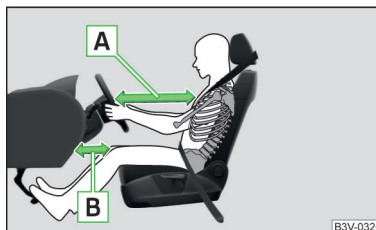

Fig. 23
- Es importante que el conductor y el acompañante mantengan una distancia mínima de 25 cm con respecto al volante o al tablero de instrumentos » fig. 23 **A**. Si no respeta esta distancia, el sistema de airbag no podrá protegerle. ¡Peligro de muerte! Siempre deben estar correctamente ajustados los asientos delanteros y los reposacabezas a la estatura del ocupante.
- Ajustar el asiento del conductor longitudinalmente de forma que la distancia de las piernas hasta el cuadro de interruptores en la zona del airbag para las rodillas sea al menos de 6 cm » fig. 23 - B. En caso de que no sea posible cumplir esta condición debido al tamaño del cuerpo, se debe acudir a un taller especializado.